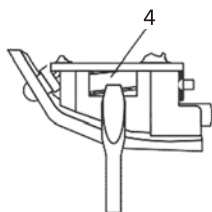

Figure 11
4. Tout en maintenant le module DEL dans une main, utilisez un petit tournevis pour retirer les deux piles boutons (4) du module DEL (figure 11).